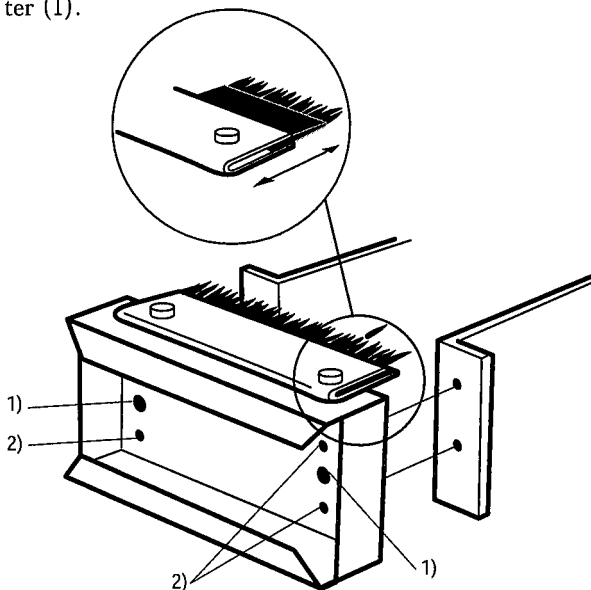

Fig. 10
1. Ta bort inspektionsdörren genom att trycka ut sprintarna ur gångjärnen. Demontera mittbalken genom att lossa mutter och skruv (1), ta bort de mindre skruvarna (2), se fig. 10.
1. Lossa låsmutterar och låsskruv (1) 1-2 varv på tvärbalk Fig. 10.